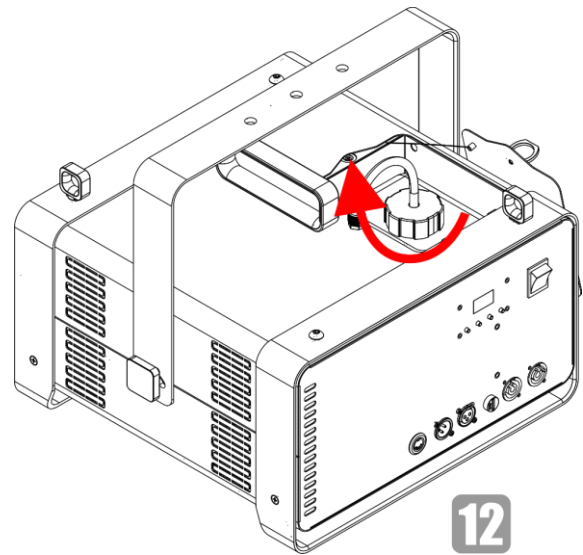

Fig. 18
- 12) Vuelva a enroscar la tapa del depósito de fluido como se indica en la Fig. 18.